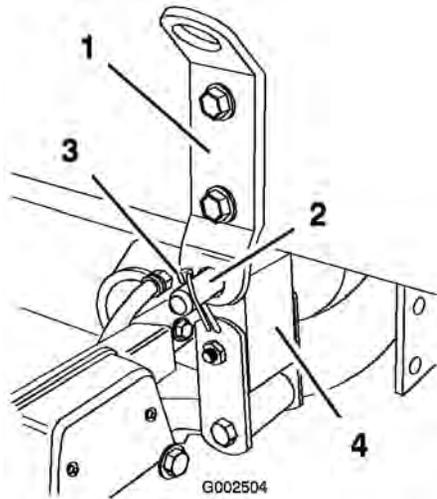

図 19
5. タンク台の後部にあるピボット・ラグを、車体フレームの最後尾についている穴に合わせる(図 19)。
6. ピボット・ラグにクレビスピン (3/4 in) とリンチピン (2本) を差し込んで、タンク台とフレームとを連結する (図 19)。